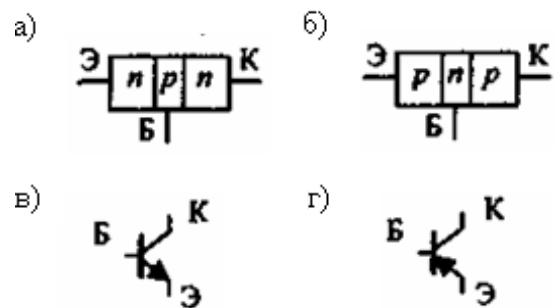

Рис. 1.15
1) Биполярный транзистор – это полупроводниковый прибор с двумя взаимодействующими р-п-переходами и с тремя выводами (рис. 1.15). В зависимости от чередования легированных областей различают транзисторы п-р-п-типа (рис. 1.15, а) и р-п-р-типа (рис. 1.15, б).
На рис. 1.15, в, г даны условные обозначения транзисторов п-р-п- и р-п-р-типов, соответственно. Выводы транзисторов обозначаются: Э – эмиттер, Б – база, К – коллектор.